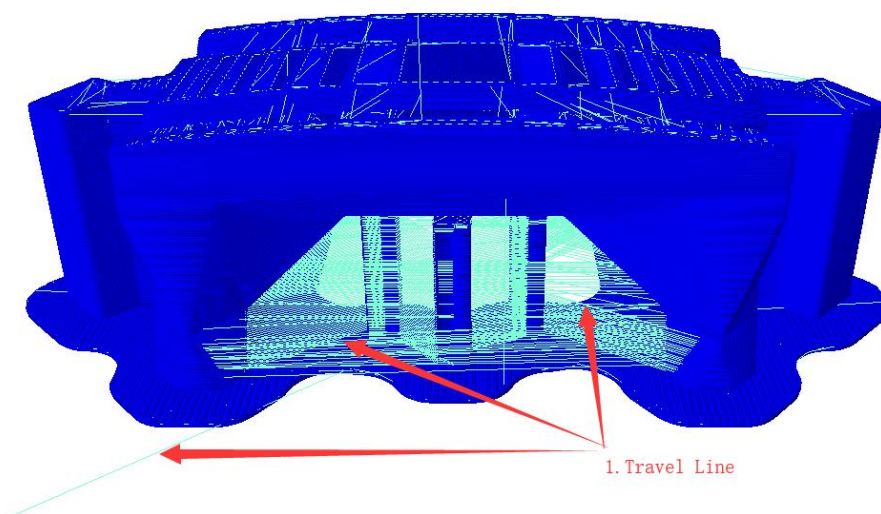

图 15，空走轨迹示意图
(8) 空走速度（单位 mm/s）：即喷头不挤出料丝时的移动速度，如图 15 中的箭头所指部分路径；